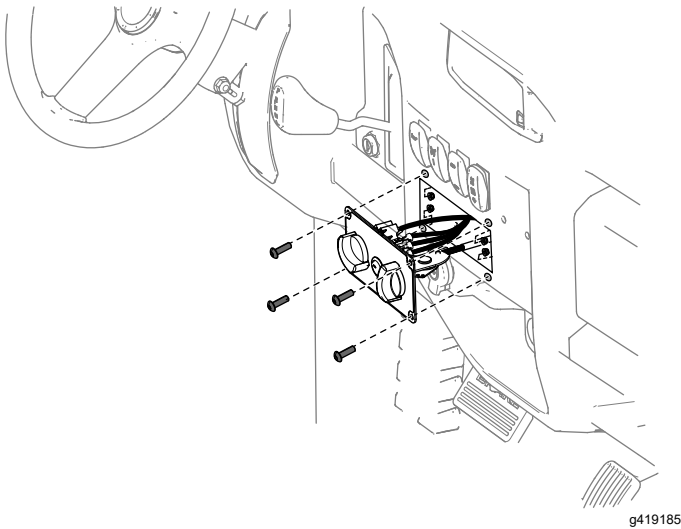

Bild 11
15. Führen Sie das Steuerkabel, das Wasserventil und den Kabelbaum durch das Dashboard und befestigen Sie die Armaturenblechbaugruppe mit 4 Halbrundkopfschrauben ($\frac{5}{8}$ ") und 4 Sicherungsmuttern (Nr. 10-24) am Dashboard; siehe Bild 11. Ziehen Sie die Schrauben auf ein Drehmoment von 3 N·m an.